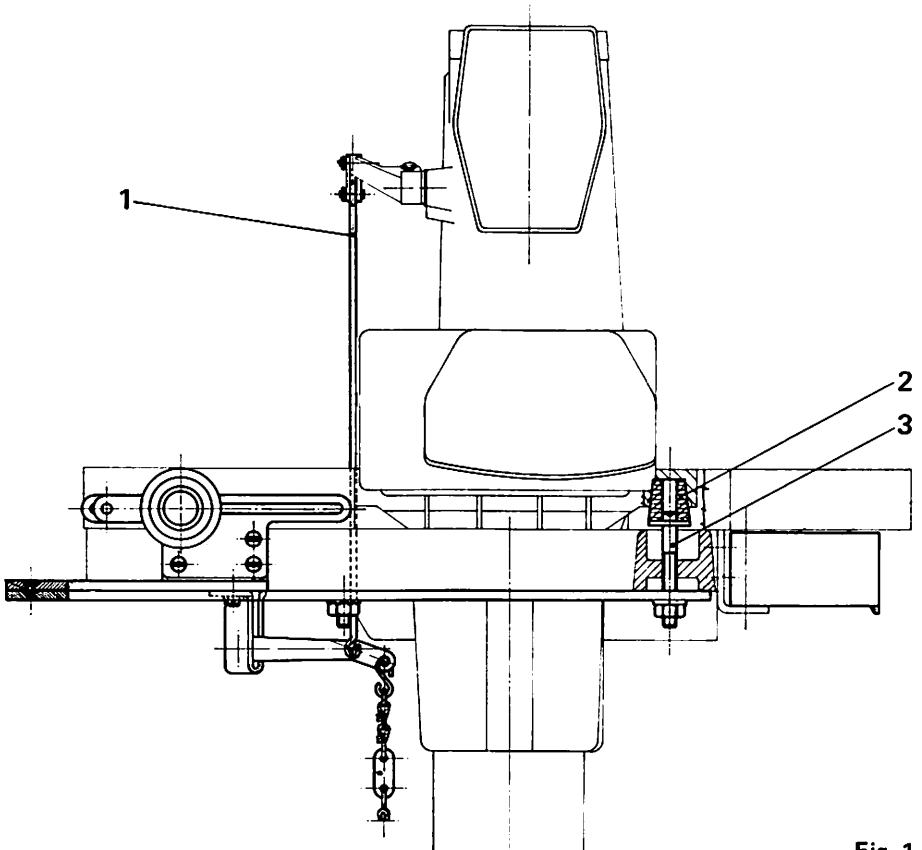

Fig. 1
2. piazzare la macchina sul bancale, centrando le sedi coniche ricavate nelle orecchiette della bacinella sui quattro tamponi ammortizzatori 2 (fig. 1).
3. collegare il tirante 1 (fig. 1) alla leva alza piedino della macchina
6. livellare la testa della macchina affinché la cinghia si trovi sul piano normale agli assi delle pulegge e al centro delle loro gole. Per l'operazione di livellamento, agire sui perni sostegno testa 3 (fig. 1), avendo cura di bloccare successivamente gli appositi dadi.
2. Place the machine on the stand, centering the conical housings of the sump lugs on the four shock absorbers 2 (fig. 1).
3. Connect stay-rod 1 (fig. 1) to machine presser foot lifter lever.
6. Level the machine head so that the belt is perpendicular to the pulley axes and thus centered in their races. For the levelling operation, adjust the head support pins 3 (fig. 1), making sure to lock them again afterwards with the relative nuts.